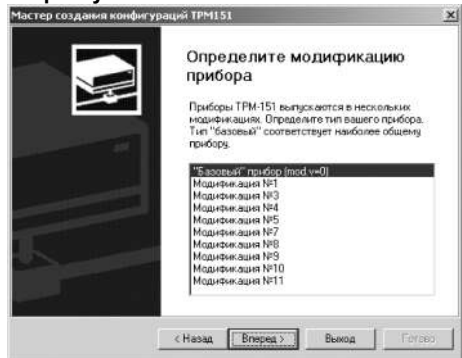

Рисунок 10.2
**Если модификацию считать не удается**, появится соответствующее сообщение. После нажатия «ОК» открывается окно с приглашением выбрать модификацию прибора из списка (рисунок 10.2).